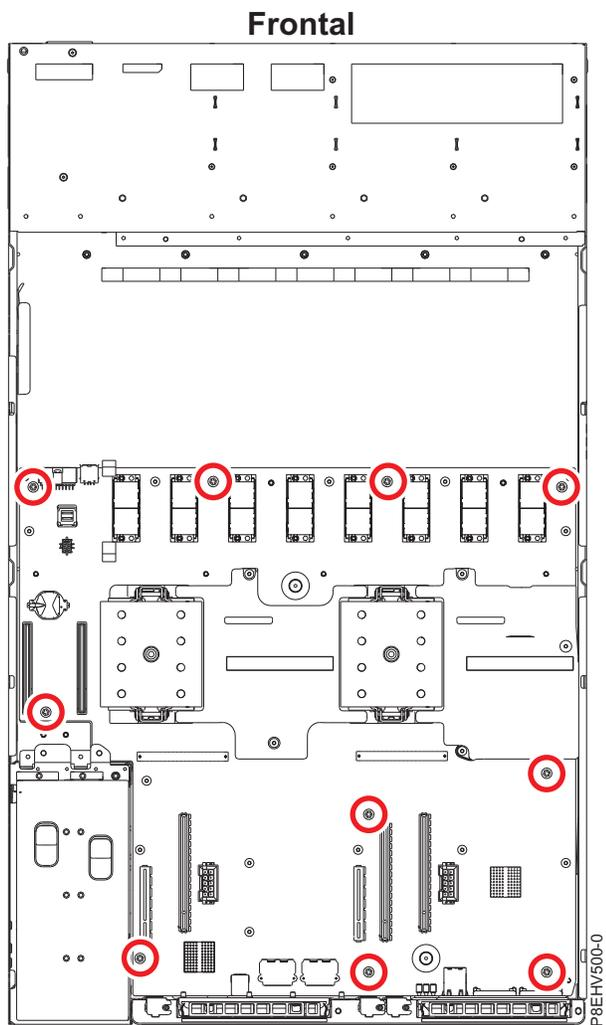

Figura 64. Localizações dos parafusos do painel traseiro do sistema
11. Solte e remover 10 parafusos sextavados pretos (D) do painel traseiro do sistema. As localizações dos parafusos são mostradas em Figura 64 na página 66.